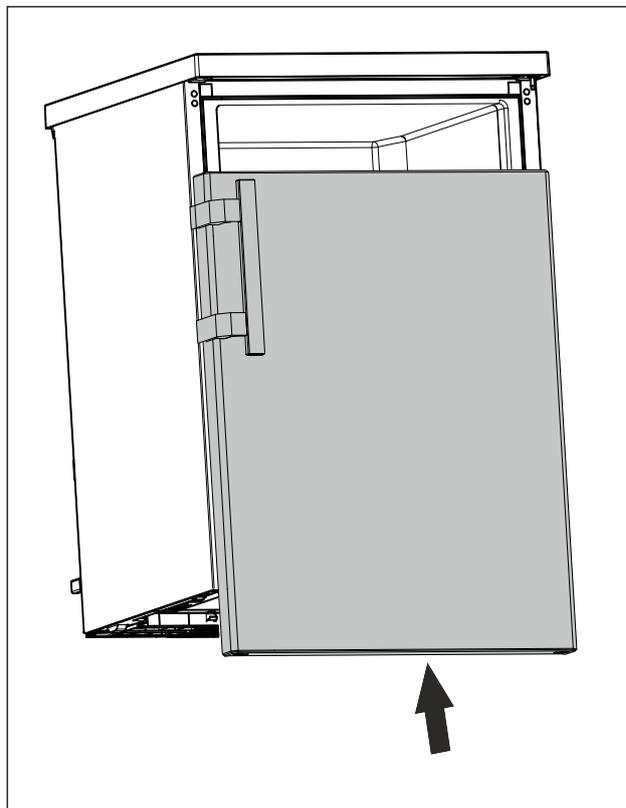

Fig. 21
- ▶ Надвиньте дверь в закрытом состоянии на верхний болт. (см. Fig. 21)